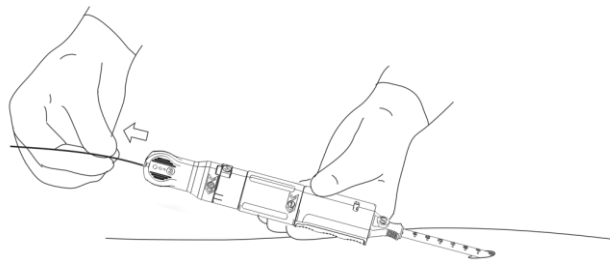

Abbildung 14. Entfernen des Führungsdrahts
- a. Die mit „3“ gekennzeichnete Markierung ausfindig machen und den Führungsdraht vollständig aus dem Patienten und dem PerQseal+ Gefäßverschlussystem entfernen. Der Führungsdraht kann von einem Assistenten entfernt werden. Abbildung 14.